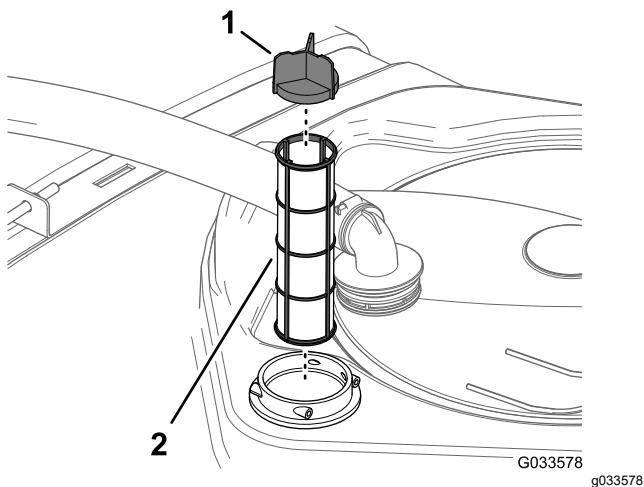

Figura 57
4. Retire el filtro de aspiración usado del alojamiento del filtro del depósito (Figura 57).